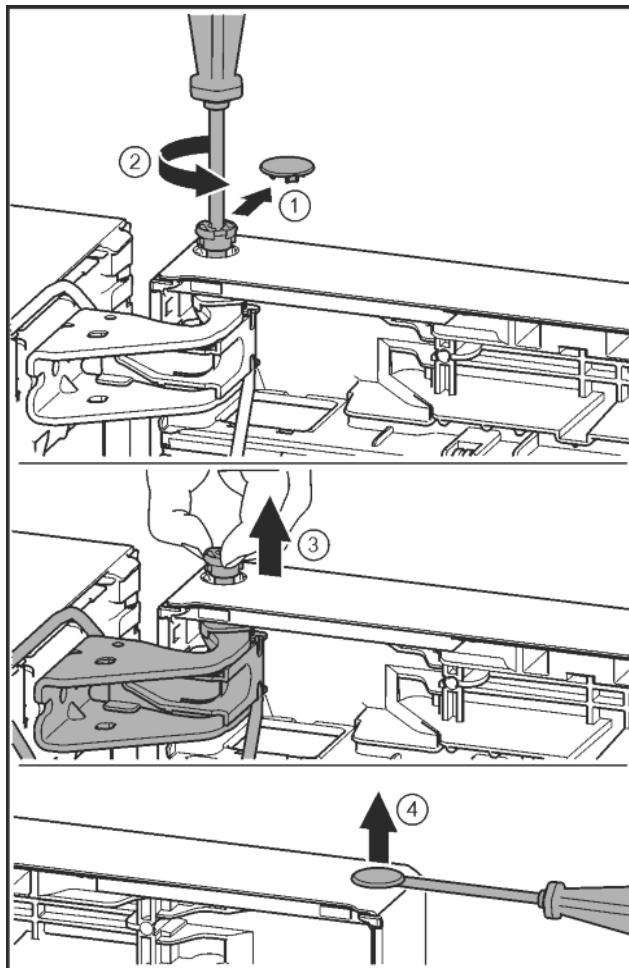

Fig. 21
- Осторожно снять предохранительную крышку. Fig. 21 (1)
- Немного выкрутить палец отверткой T15. Fig. 21 (2)
- Удерживать дверь и вытянуть палец рукой. Fig. 21 (3)
- Осторожно приподнять шлицевой отверткой заглушку из опорной втулки двери и вынуть. Fig. 21 (4)